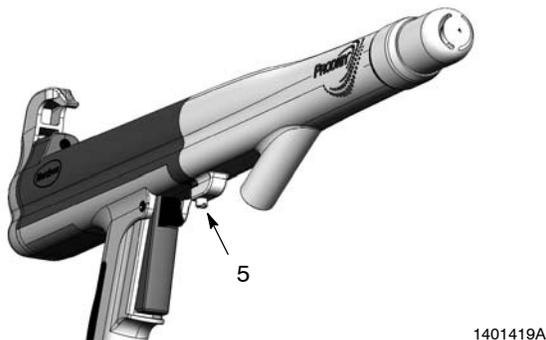

Fig. 2 Desserrage de la vis de blocage de l'adaptateur
2. Voir la figure 2. Desserrer la vis de blocage (5) dans le bas de l'adaptateur.